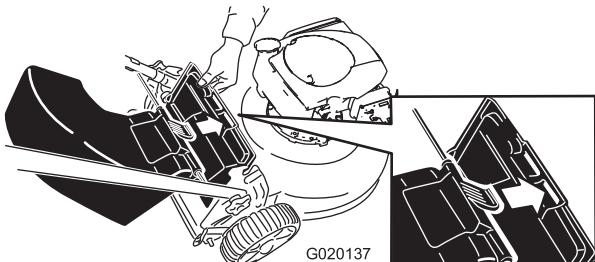

Figure 17
- Insérez la languette du déflecteur d'éjection arrière dans la fente droite du déflecteur arrière (Figure 17).